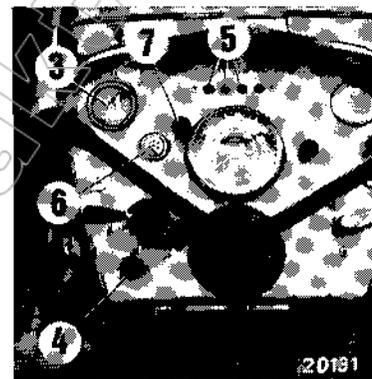

Bild 11
Der Glühüberwacher ⑥ dient zur Kontrolle der Vorglühanlage (Bild 11).
Die Funktion des Blinklichtes wird durch 3 rote Leuchten ⑤ (Bild 11) angezeigt.
Der Knopf ⑦ (Bild 11) dient zum Einschalten der Warnblinkanlage. Beim Einschalten leuchten alle Blinkleuchten (auch an den Anhängern) in bestimmten Intervallen gleichzeitig auf.